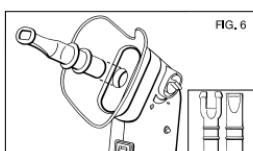

FIG. 6
6. Acessórios a utilizar: o aparelho pode ser utilizado com a máscara respiratória, com o bocal ou com o dispositivo nasal, alojando-os nos seus lugares (fig. 6). Em caso de utilização do dispositivo nasal, a fim de evitar a formação de condensação que impede uma nebulização correcta, é necessário inspirar energicamente.